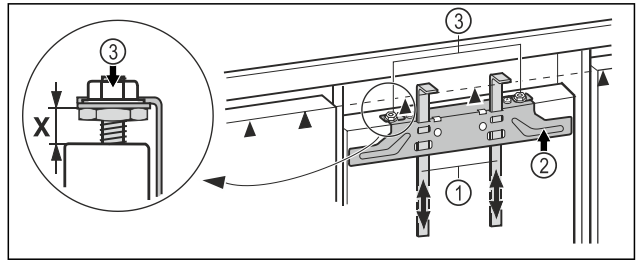

Fig. 19
- Підніміть допоміжні засоби для монтажу Fig. 19 (1) на висоту меблевих дверей. Нижня упорна крайка ▲ допоміжного засобу для монтажу = верхня крайка монтованих меблевих дверей.
- Відкрутіть траверсу кріплення Fig. 19 (2) за допомогою контргайок Fig. 19 (3).